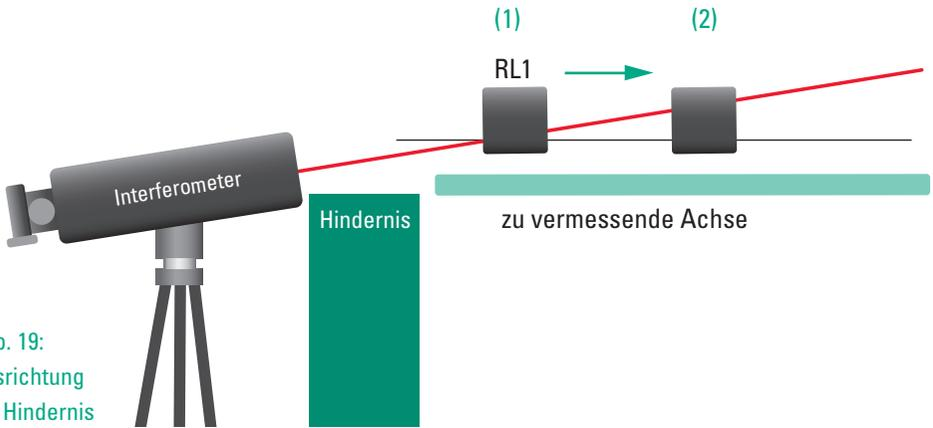
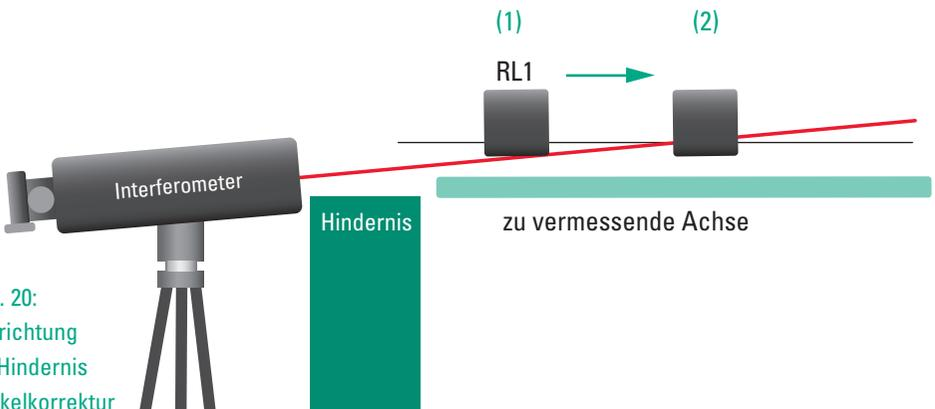

Abb. 19:
Abb. 20:
Auf Abbildung 19 ist ein solcher Fall schematisch dargestellt. Ein Hindernis erfordert, dass das Interferometer nicht am Anfang des Fahrweges der zu vermessenden Achse positioniert werden kann. Wird jetzt an der rechten Position (2) der Versatz des Punktes über eine Neigungsveränderung so korrigiert, dass er in der gleichen Position ist wie zuvor in der linken Position (1), dann ist der Winkelfehler des Laser zwar geringer geworden, die Ausrichtung aber dennoch nicht abgeschlossen, siehe Abbildung 20. Durch mehrfache Wiederholung der Ausrichtungsprozedur wie in Kapitel 7.4.4 beschrieben kann die Ausrichtung zwar erfolgen, dies kann aber eine Menge Zeit in Anspruch nehmen.